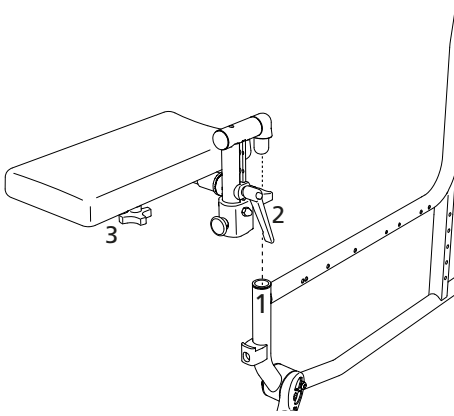

Abb.50
2. Greifen Sie die Amputationsauflage am Polster und führen Sie sie von oben in das Rahmenrohr ein (1, Abb. 50).
1. Lösen Sie den Klemmhebel entgegen dem Uhrzeigersinn (2, Abb. 50).
1. Lösen Sie die Sterngriffschraube (3, Abb. 50).